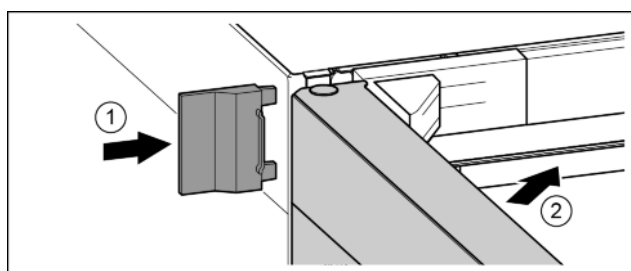

Fig. 25
- Нахлузете външния капак. Fig. 25 (1)
- Затворете горната врата. Fig. 25 (2)